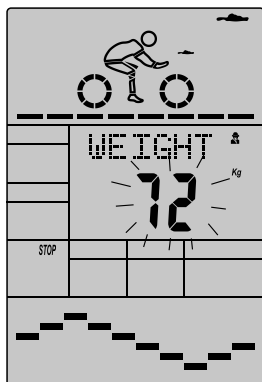

图 36
- D. 体重的读数闪烁，按 UP/DOWN 键（或旋转）设定用户的体重，然后按 ENTER 键确认所设置的体重值。（如图 36）